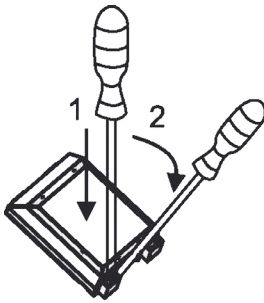

Fig.6
- Usando el destornillador, abra la tapa del conector en la parte de atrás del artefacto. Suelte los dos seguros ubicados a cada lado de la parte inferior del conector, como se muestra en la fig.6.